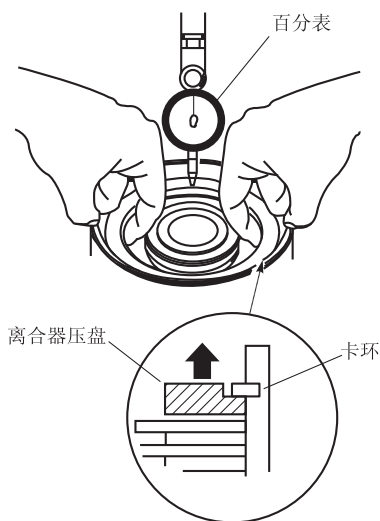

图 2-18 在离合器压盘上安装百分表
⑦ 确认卡环开口间隙为 7.9 mm 或以上。
⑧ 向离合器油道施加空气压力,检查离合器活塞是否能使离合器接合,当解除空气压力时,活塞应回位,使离合器分离。
⑨ 在离合器压盘上安装百分表,如图 2-18 所示。
⑩ 向上提起离合器压盘,使其与卡环平齐,将百分表归零,如图 2-18 所示。